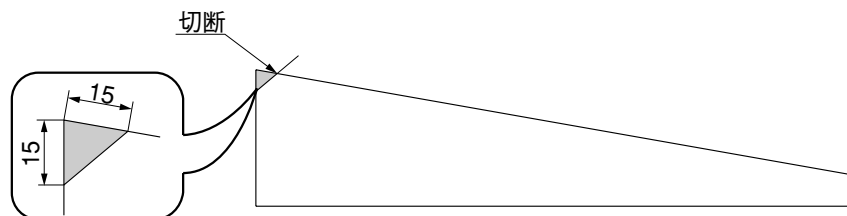

図2-8
- ② 図2-8を参考に加工した妻梁上部フィックスパネルの上部角を切断してください。